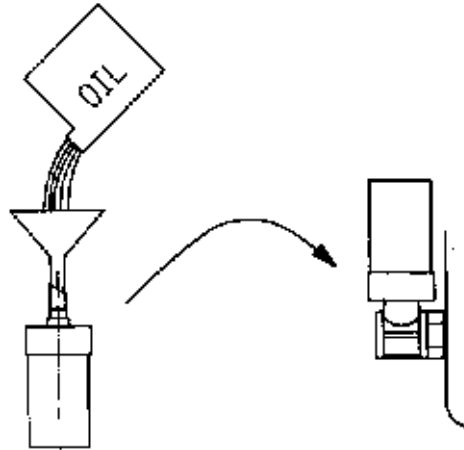

图 2.3
- 用漏斗往杯体中注油（图 2.3）。
- 拇指按住喷嘴，把杯体倒过来，将喷嘴插入杯座上的螺纹座孔并拧紧杯体（图 2.3），杯体内的油将注入轴承箱。